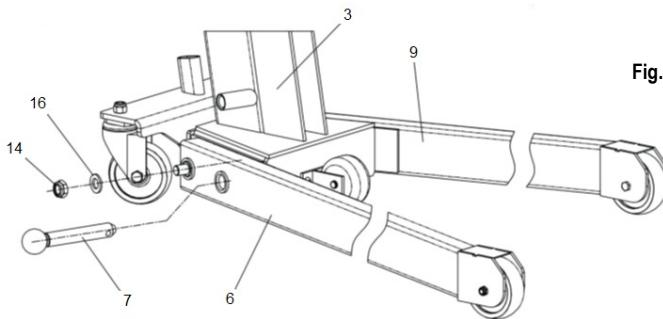

Fig. 3
2. Montare le gambe anteriori (6 e 9 – Fig. 3) sul telaio (3 – Fig. 3) come mostrato in figura, fissarle con il dado (14 – Fig. 3) e la guarnizione (16 – Fig. 3) e infine inserire il bullone della gamba anteriore (7 – Fig. 3).